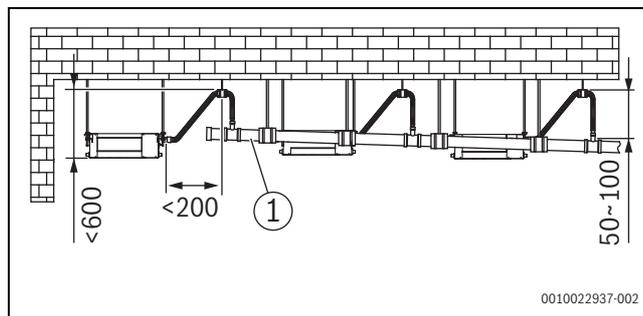
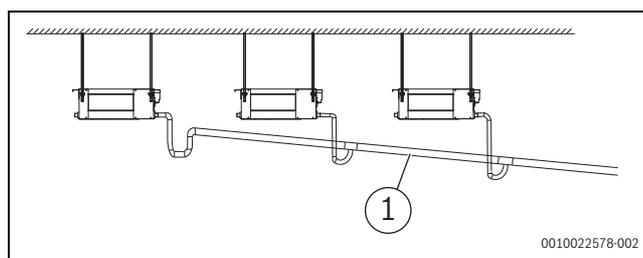

Fig. 24 Instalarea și distanțele aferente țevilor de evacuarea a apei cu pompă de apă [mm]
Fig. 25 Instalarea țevilor de evacuarea a apei fără o pompă de apă
- ▶ Instalați țevile de scurgere conform Fig. 24 (cu o pompă de apă) și Fig. 25 (fără o pompă de apă). Orificiul de evacuare pentru țeava de scurgere nu trebuie să fie mai sus decât înălțimea de scurgere, asigurând o pantă descendentă mai mare de 1/100.